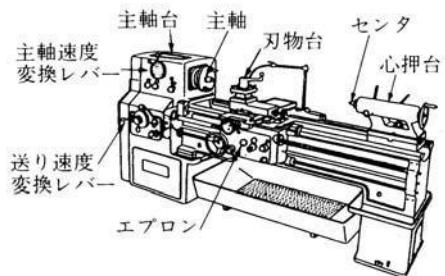

図 6.1 普通旋盤
- ① 工作物及び工具の取り付け、取り外し時には必ず電源スイッチを切ること
- ② 加工直後の工作物及び刃物は熱いので注意すること
- ③ 加工後の工作物には返り(バリ)があるので注意すること
- ④ 加工中の工作物の寸法測定は必ず、装置を止め、電源スイッチを切ってから行うこと
- ⑤ 切粉等はブラシ、手ボウキ等で払い、素手でさわらないこと。
6.5.2 旋盤（図 6.1 に示すような工作機械）
- ① 回転部分には手を置かないこと
- ② 布切れ等(ウェス)を回転部分に近づけないこと
- ③ 加工物の取り付け、締め付けは確実にすること
- ④ チャックハンドルは使用後必ず取り外すこと
- ⑤ バイト等の取り替えは機械を止めてから行うこと
- ⑥ 無理な送りをかけないこと
- ⑦ チャック部回転中は、作業物が飛んでも安全な位置で作業
- ⑧ すること。また、作動中、近辺の人や物への安全に留意すること。